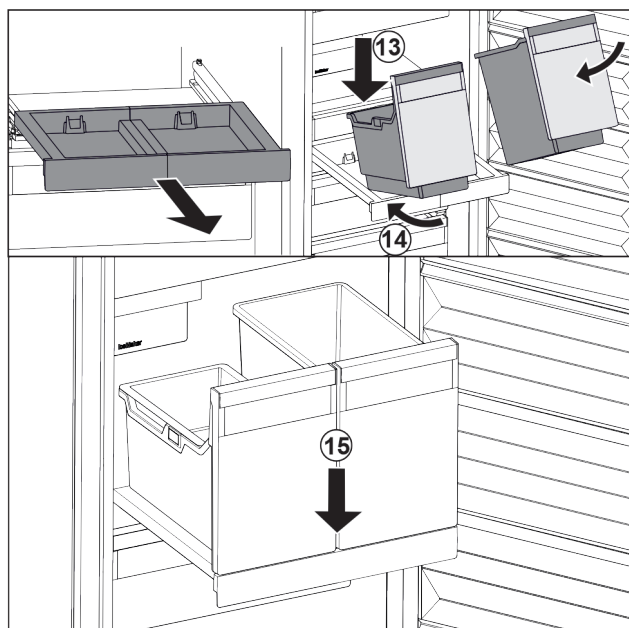

Fig. 28
- ▶ Nasadte nádobu šikmo na vyťahovaciu poličku. Fig. 28 (13)
- ▶ Zasuňte nádobu šikmo dozadu. Fig. 28 (14)
- ▶ Zložte nádobu vpredu. Fig. 28 (15)